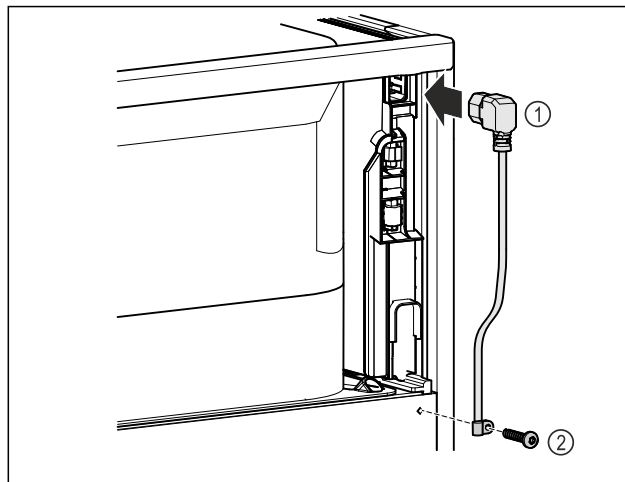

Fig. 11
- Kytke verkkoakaapelin IEC-liitäntä Fig. 11 (1) laitteen taka-sivulla olevaan pistokkeeseen.
- Kiinnitä kiinnike Fig. 11 (2)